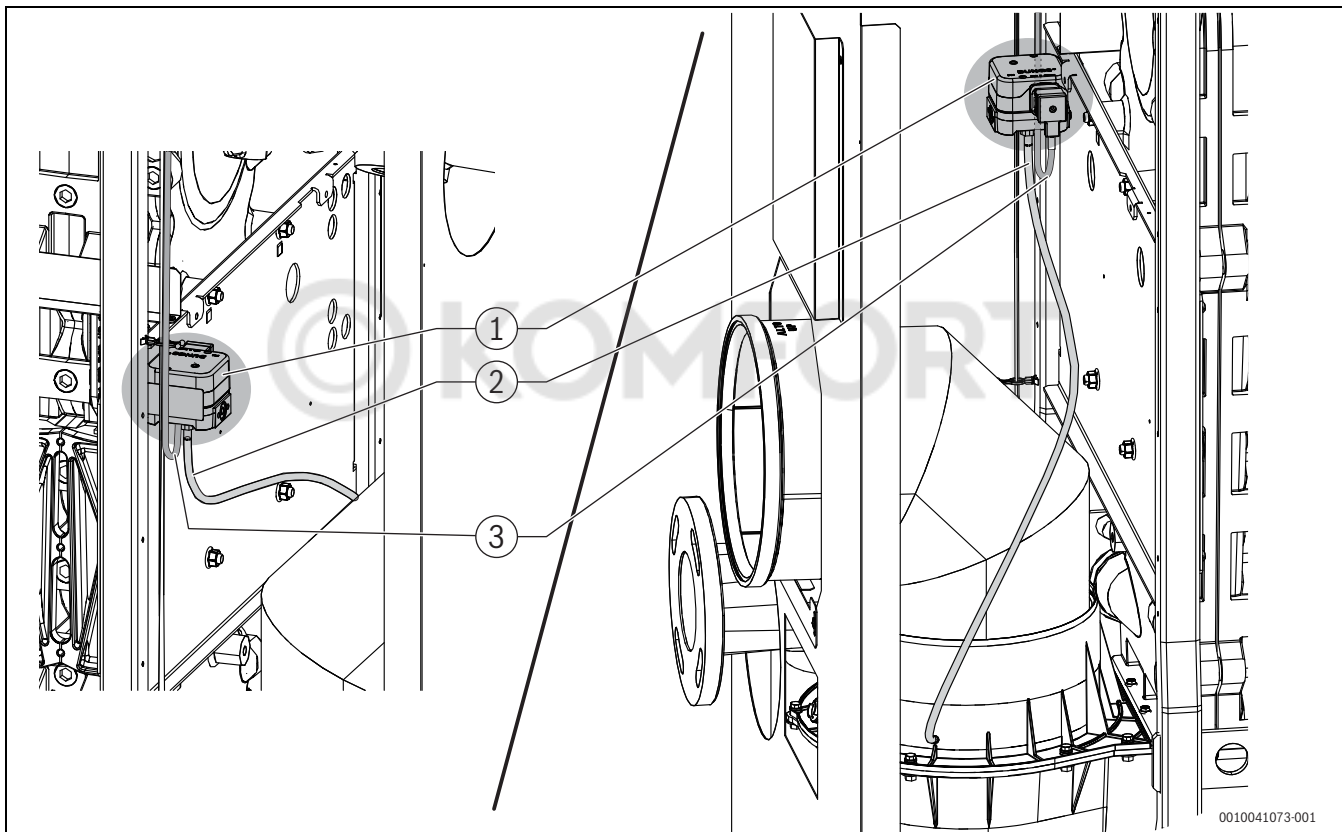

Рис. 76 Положение реле давления; вид справа и слева
- ▶ В случае замены деталей при ремонте необходимо соблюдать правильное подключение измерительных линий согласно Рис. 76 и 77!